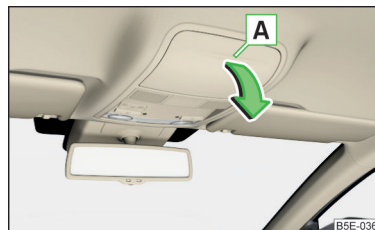

Fig. 91
- Apăsăți pe capacul compartimentului pentru ochelari în zona **A** » fig. 91.
➤ Rabatați capacul compartimentului pentru ochelari în sens contrar săgeții » fig. 91, până se fixează cu un zgomot specific.